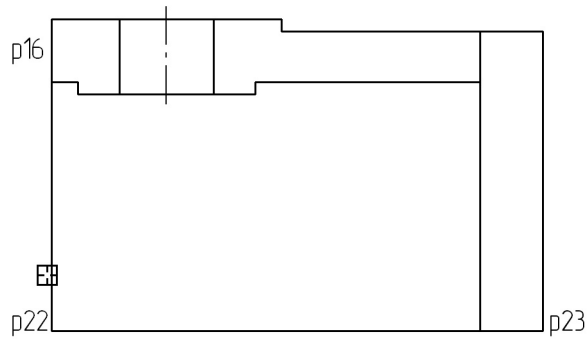

Рис. 51.60.
2. Удалите участок отрезка p16–p22 (рис. 51.60).